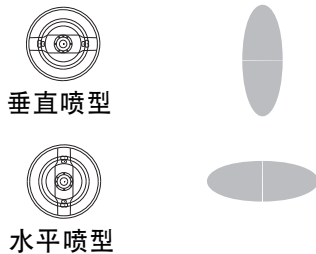

图 11. 空气帽的位置
3. 松开空气帽卡环，并旋转空气帽成垂直或水平喷型。参见图 11。拧紧固定环直至空气帽紧紧固定在位置上；不能用手旋转空气帽的角。